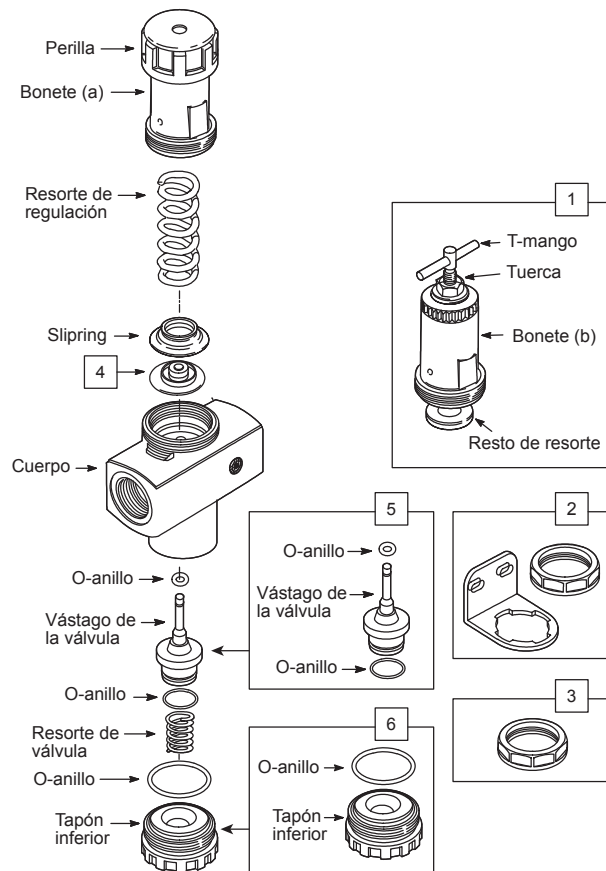

figura 2
INSTRUCCIONES DE OPERACIÓN (Ver Figura 2)
- 1 **Desmontaje (Ver figura 2)**
- Desmontar en general de acuerdo con las partes ilustradas en la Figura 2.
- 2 **Limpieza (Ver figura 2)**
- 3 **Montaje (Ver figura 2)**
- Montar la unidad como se muestra en la Figura 2.